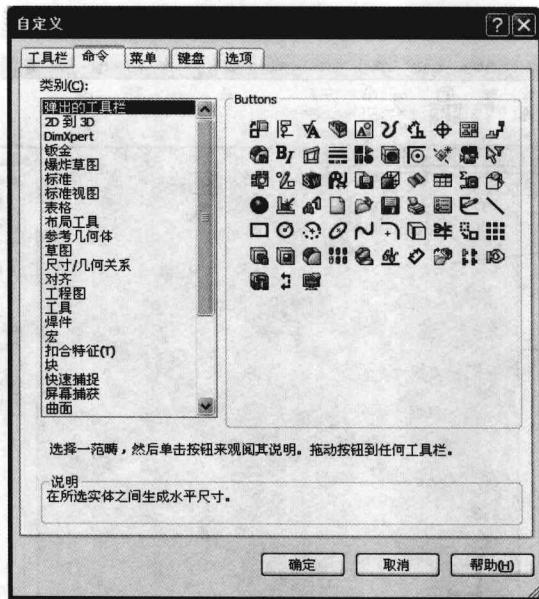

图 1-7 “自定义”对话框
(1) 单击【工具】→【自定义】菜单命令，这里弹出“自定义”对话框，切换到“命令”标签，如图 1-7 所示。